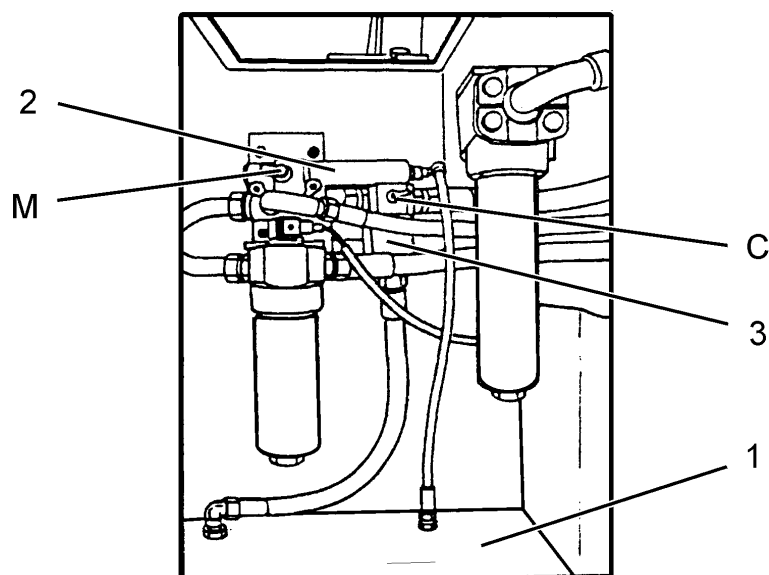

Рис. 7.3. Точки замера давлений масла в гидросистеме трансмиссии (вид сверху, сзади кабины)
Точка (М, Рис. 7.3.) замера давления масла, подаваемого в фрикционы коробки передач, расположена на перераспределительном клапане (2). Точка (С) замера давления масла, подаваемого в гидротрансформатор, расположена на перепускном клапане (3). Конструкция точек для замера давлений масла обеспечивает быстрое подсоединение манометра через быстроразъемные соединения. Положения рычагов управления распределителем коробки передач должны быть установлены так, чтобы исключить одновременное включение фрикционов направления движения и фрикционов передач.
1. Снять защитный колпачок с мерной точки. Подсоединить к точке (М, Рис. 7.3.) быстроразъемный соединитель номер 864-01-0059 (имеется в комплекте инструмента и приспособлений на машине) и манометр модели OEM 1212.
1. Снять защитный колпачок с мерной точки. Подсоединить к точке (C, Рис. 7.3.) быстроразъемный соединитель номер 864-01-0059 (имеется в комплекте инструмента и приспособлений на машине) и манометр модели OEM 1212.